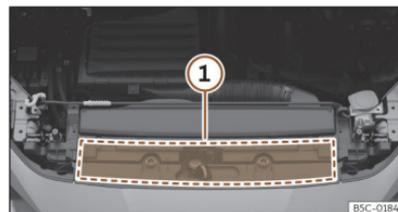

Abb. 221 Im Motorraum: Position des Aufklebers mit Motoröl-Spezifikationen
raums >>> (Abb. 221) ①. Bei Verwendung des empfohlenen Motoröls kann das Motoröl so oft wie erforderlich nachgefüllt werden.